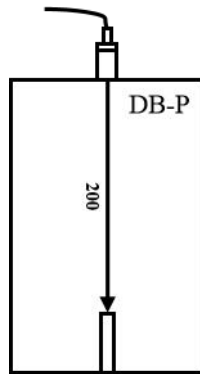

图 4.5 灵敏度余量校验的探测区域
- 1) 将直探头放置在 DB-P 试块上中心位置处，如图 4.5 所示，移动直探头找到平底孔的最高回波，按住探头并保持不动；
- 1) 将直探头放置在 DB-P 试块上中心位置处，如图 4.5 所示，移动直探头找到大平底的最高回波，按住探头并保持不动；